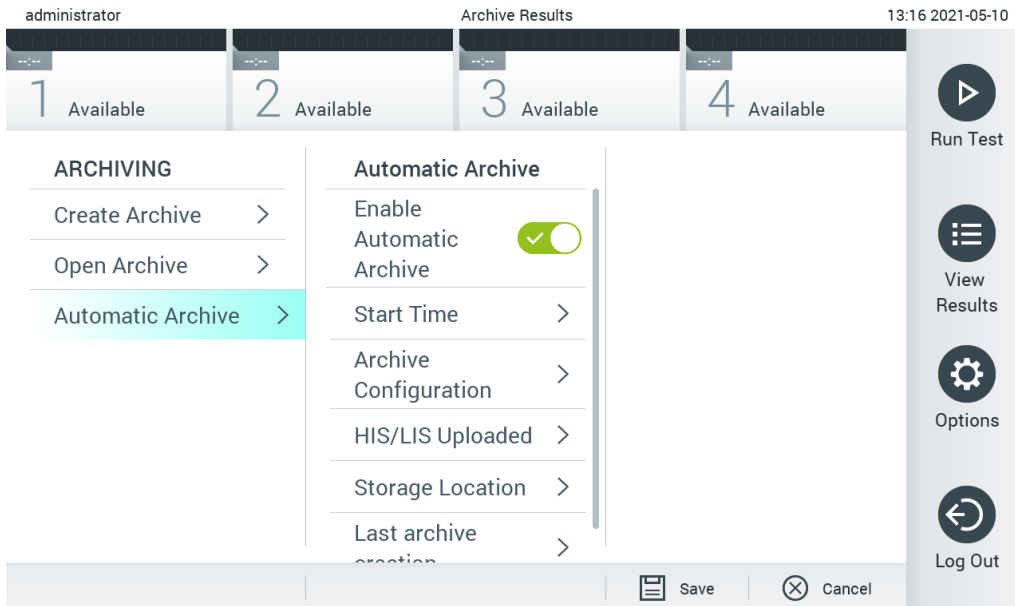

Рис. 57. Параметри автоматичного створення архіву.
2. Натисніть **Automatic Archive** (Автоматичне архівування), щоб увімкнути функцію (Рис. 57, наступна сторінка).